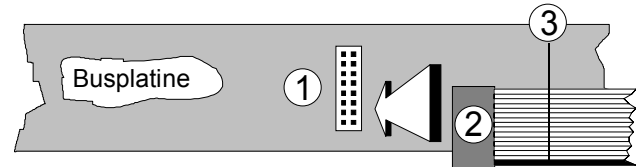

Abb. 3: Montage des Flachbandkabels an der Busplatine
- Verbinden Sie nun das freie Ende des Flachkabels (s. ② in Abb. 3) mit einem **freien Steckplatz auf der Busplatine** (s. ① in Abb. 3).
Achten Sie darauf, daß die **farbige Markierung des Kabels** beim Blick auf die Busplatine **unten** liegt (s. ③ in Abb. 3) und daß die Buchsen **bündig** (nicht seitlich versetzt) auf den Steckern sitzen, da andernfalls die Module bei Inbetriebnahme zerstört werden!